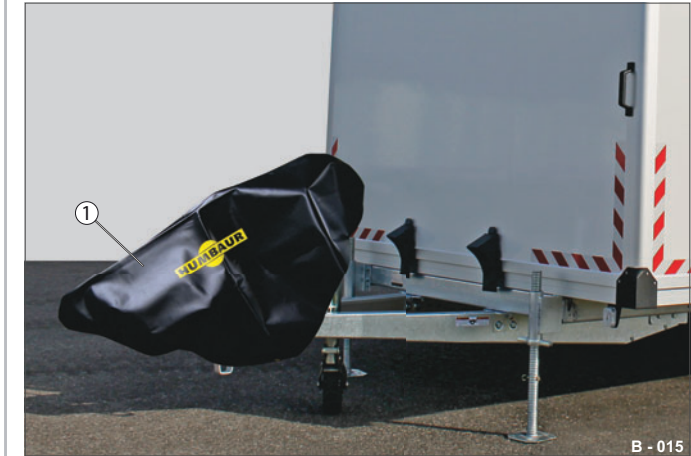

Abb. 6 Auflaufeinrichtung / Kupplung abgedeckt
► Decken Sie die Auflaufeinrichtung mit einer Abdeckhaube (Abb. 6/1) ab.